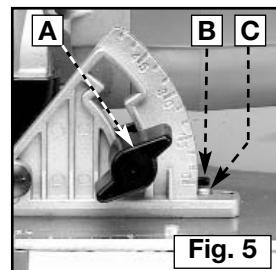
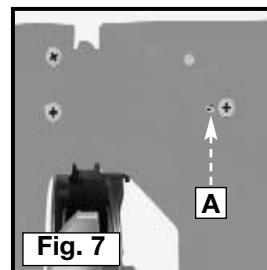
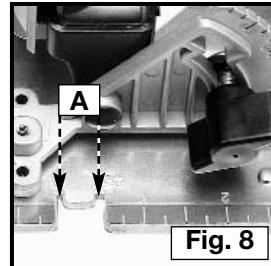

Fig. 5
Fig. 7
Fig. 8
1. Débloquez la poignée de réglage du biseau (A) Fig. 5, et positionnez la base pour une coupe à 0° en s'assurant que le manchon de la butée de biseau est en contact avec la vis d'arrêt à 0°.
3. Pour s'ajuster, détachez biseautée du bouton d'ajustement (A) Fig. 5. Tout en gardant biseautée de la douille d'arrêt (B) Fig. 8 en contact avec de la vis d'arrêt (c) Fig. 5, utilisez un tournevis pour tourner de la vis de réglage (a) Fig. 7 jusqu'à ce que la lame soit à angle droit.
Les fentes indicatrices de la ligne de coupe (A) Fig. 8 se situent à l'avant de la base de la scie. Pour une coupe à 0°, utilisez la fente de droite pour suivre le trait. Pour une coupe à 45°, utilisez la fente de gauche pour suivre le trait.